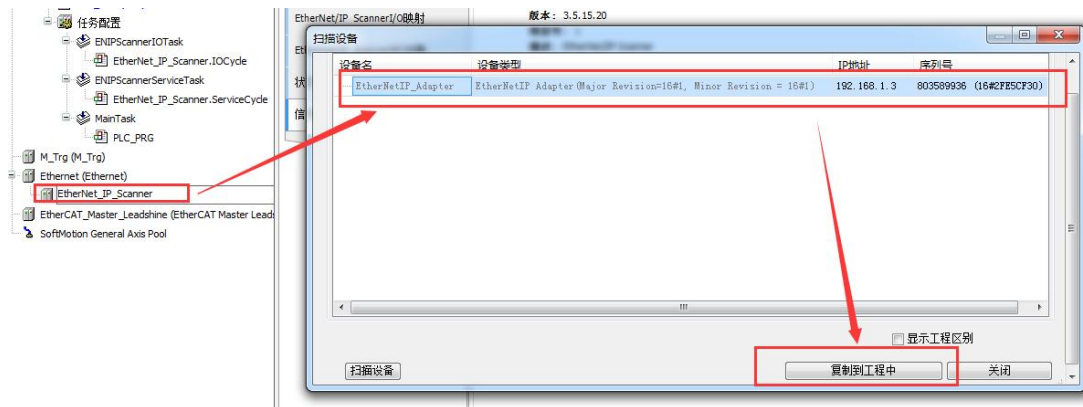

图 13.81 扫描设备
4) 右击“Ethernet/IP Scanner”，选择扫描，等待一下，将扫到的从站适配器设备复制到工程之中。如图 13.81 所示。